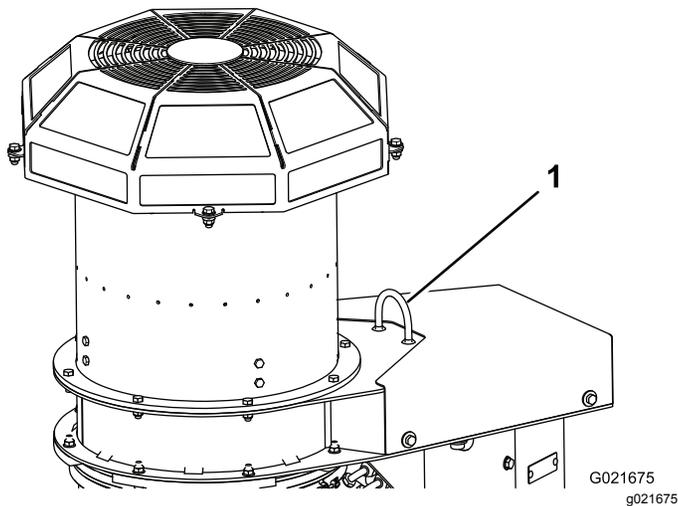

Figure 6
6. Détachez la sangle de la palette et attachez-la à l'anneau de levage sur le souffleur (Figure 6).